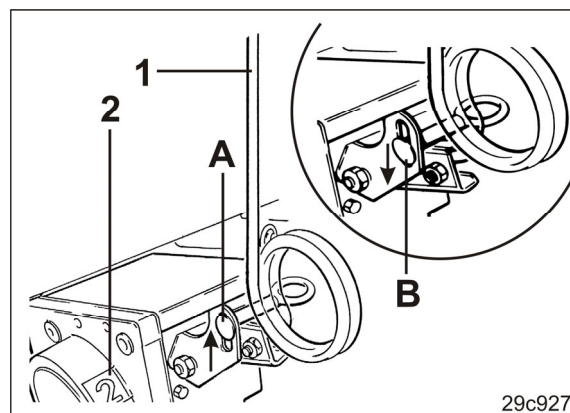

Fig. 208
2. Trageți maneta de comandă (Fig. 208/1) a cutiei de comutare dacă cifra din fereastra (Fig. 208/2) cutiei de comutare este "0". Contorul cărărilor tehnologice nu are voie să indice „0”.
3. Desfaceți șurubul de fixare (Fig. 208/A), deplasați-l în jos în orificiul oval și strângeți-l la loc (vezi Fig. 208/B).
Contorul cărărilor tehnologice (Fig. 208/2) nu are voie să indice „0”. În caz contrar, se creează în continuu cărări tehnologice.